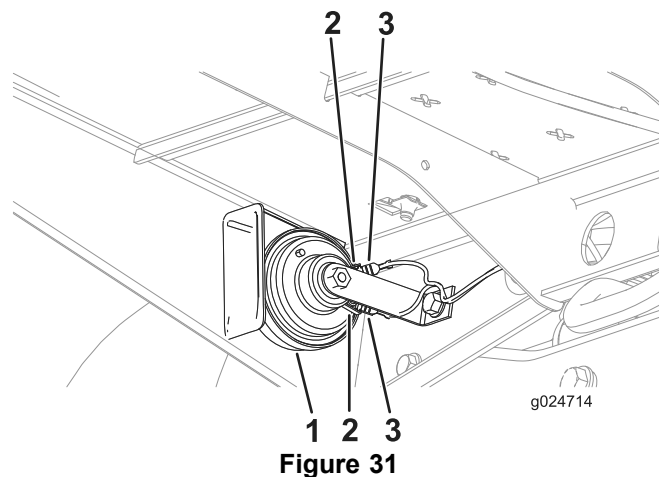

Figure 31
2. Branchez la branche du faisceau dotée des 2 bornes aux 2 bornes de l'avertisseur sonore (Figure 31).